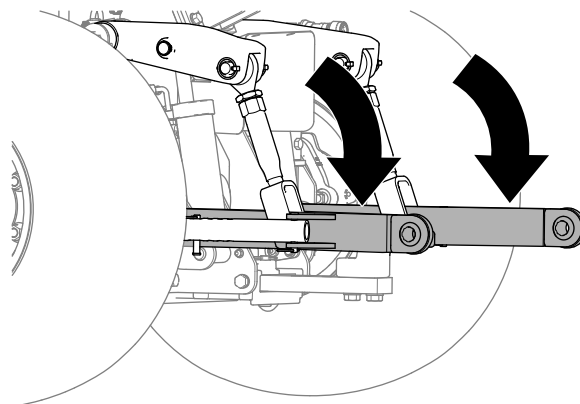

Рисунок 14
- Опустите рычаги нижних тяг тягового блока (Рисунок 14).